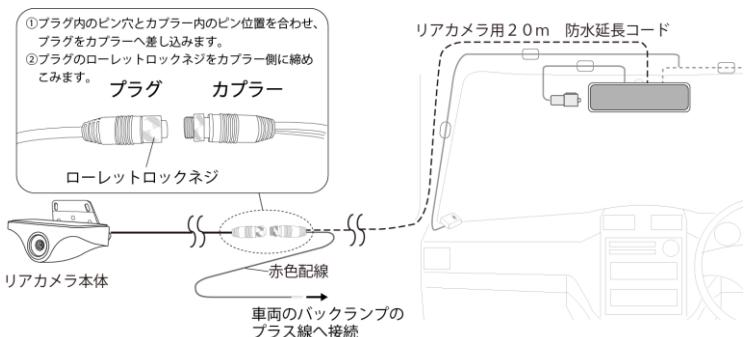

図 14
- ・リアカメラをバック運動のバックカメラとして使用する場合は、車両のバックランプ配線のプラス線にリアカメラ用 20 m 防水延長コードの赤色配線を接続してください。その際、赤色配線は DC 12 / 24 V 配線のどちらに接続しても問題ありません (図 14 参照)。
- ・リアカメラ用 20 m 防水延長コードを車内配線し、カメラ側カプラーとリアカメラのプラグのピンとピン穴を合わせて奥まで確実に差し込んでください (図 14 参照)。
- ・リアカメラ側のローレットロックネジを時計回転方向に回して確実に締めこんでください (図 14 参照)。
- ・コード類は内張り、ピラー内等を通して、運転の妨げにならないように配線処理してください。必要に応じてコードクリップ等 (付属していません) で配線を固定してください (図 14 参照)。